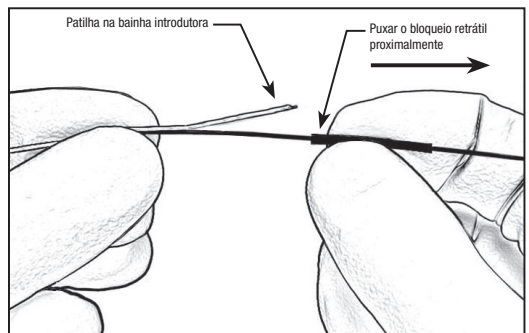

Figura 3 – Puxar o bloqueio retrátil proximalmente
15. Segure o dispositivo imediatamente distal ao bloqueio retrátil e puxe o bloqueio retrátil proximalmente para expor a patilha na bainha introdutora. Consulte a Figura 3.